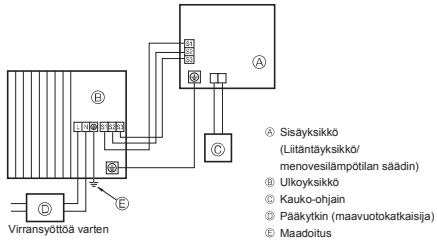
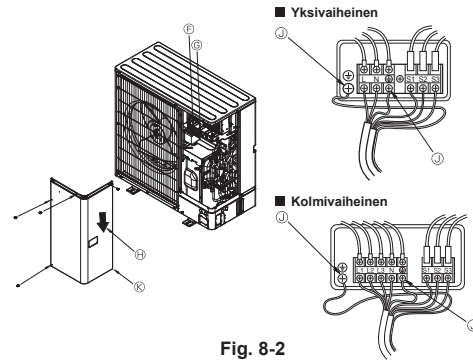

Fig. 8-1
Fig. 8-2
8.1. Ulkoyksikkö (Fig. 8-1, Fig. 8-2)
- ① Irrota huoltopaneeli.
- ② Johdota kaapelit Fig. 8-1 ja Fig. 8-2 mukaisesti.